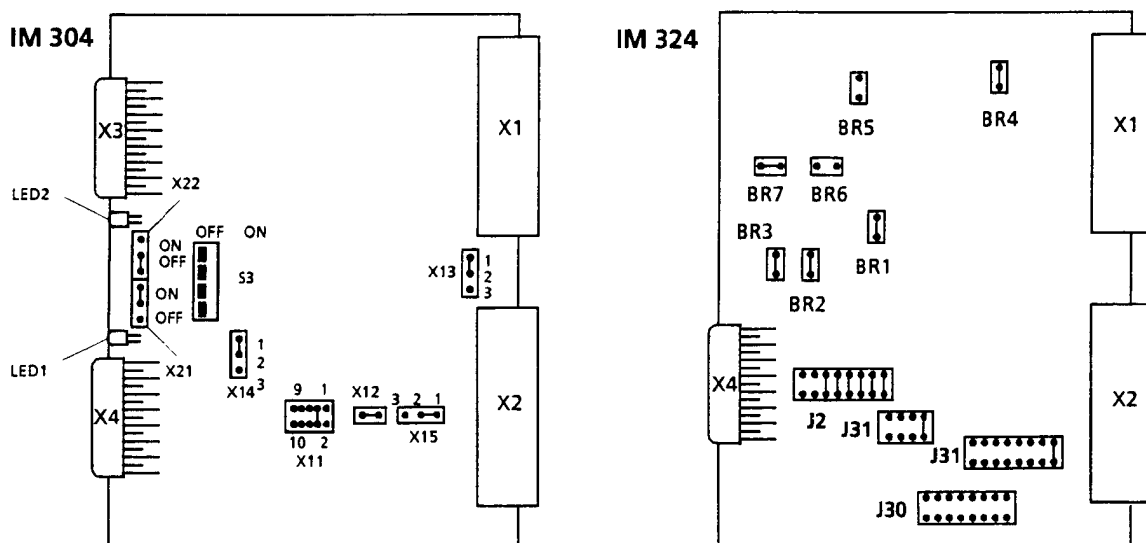

Рис. 7.2 Установка переключателей и перемычек для параллельного соединения
- ⇒ проверьте задания для параллельного соединения на блоках IM 304 и IM 324 (→рис.7.2)